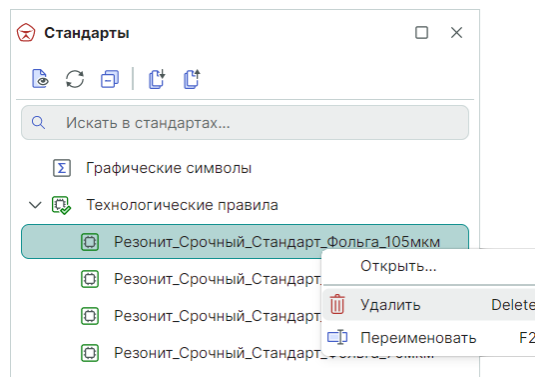

Рис. 149 Удаление шаблона технологических правил
2. Вызовите контекстное меню и выберите команду «Удалить», см. Рис. 149. Для данного действия также задана горячая клавиша «Delete».